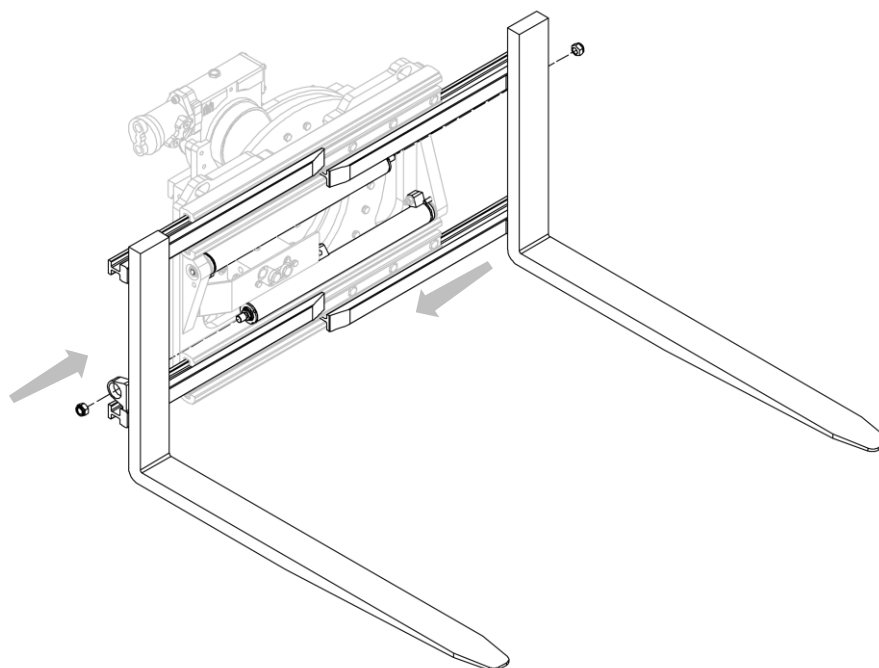
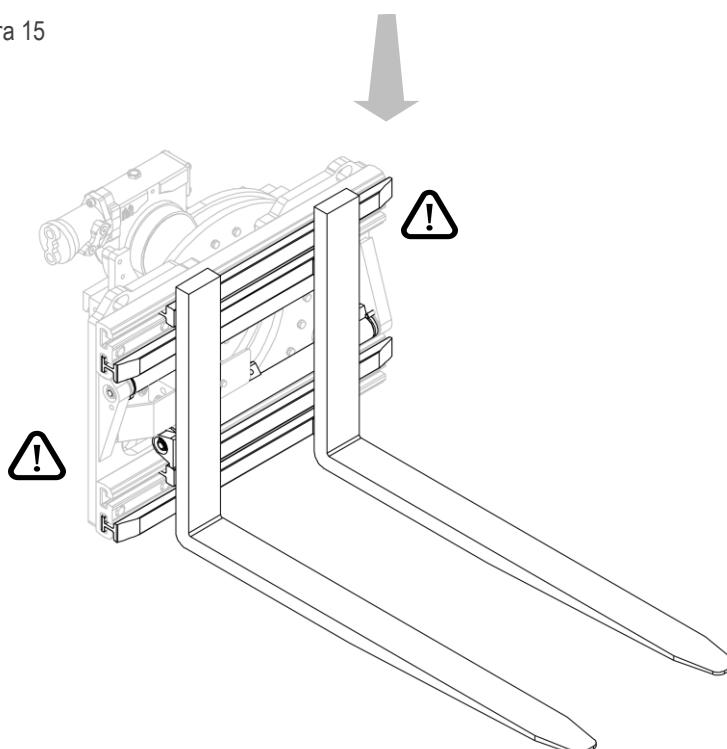

Figura 15
Figura 16
2. Inserire le forcelle, con le relative forche, nelle apposite sedi e vincolarle ai cilindri mediante i relativi dadi (vedi *Figura 15* e *Figura 16*).